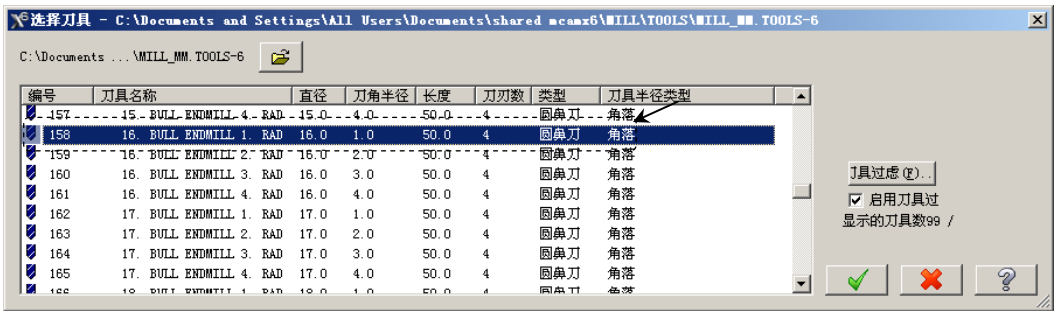

图 5.7 “选择刀具”对话框
Step5. 选择刀具。在“曲面粗加工挖槽”对话框中，单击 **选择刀库...** 按钮，系统弹出“选择刀具”对话框，在该对话框中的列表框中选择图 5.7 所示的刀具。单击  按钮，关闭“选择刀具”对话框，系统返回至“曲面粗加工挖槽”对话框。